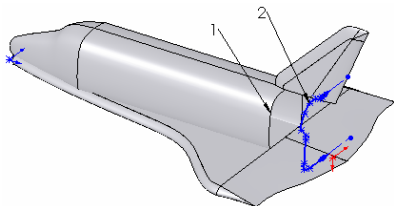
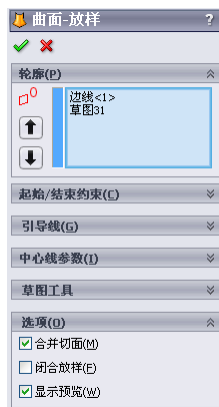
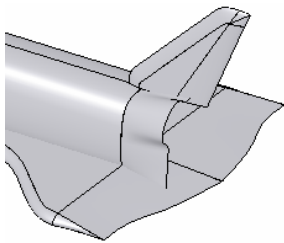

图 8-79 设置视图方向后的图形
图 8-80 “曲面-放样”属性管理器
图 8-81 放样曲面后的图形
④ 设置视图方向。单击“视图”工具栏中的“旋转视图”图标，将视图以合适的方向显示，结果如图 8-79 所示。
⑤ 放样曲面。单击“曲面”工具栏中的“放样曲面”图标按钮，此时系统弹出如图 8-80 所示的“曲面-放样”属性管理器。在“轮廓(P)”一栏中，用鼠标依次选择图 8-79 中的边线 1 和草图 2。单击属性管理器中的“确定”图标按钮，生成放样曲面，结果如图 8-81 所示。